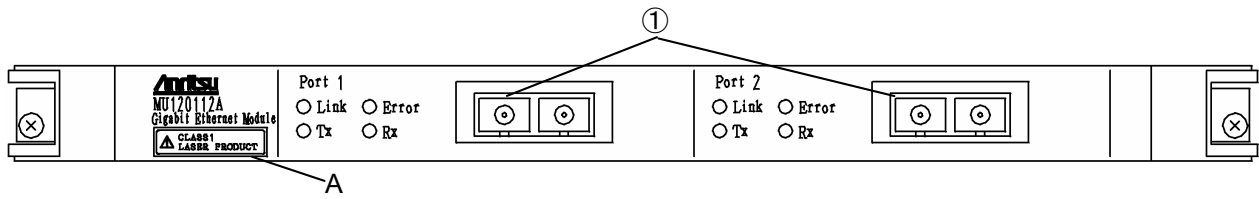

図1 MU120112A ユニットの正面パネル
| MU120112A | 1   | 0.4                   | CW                     | 850          | 32.0               | G0105A                 | 図1 ①          |
| 1 | 説明用ラベル(IEC 60825-1)   |     | 図 1 A | MU120112A |